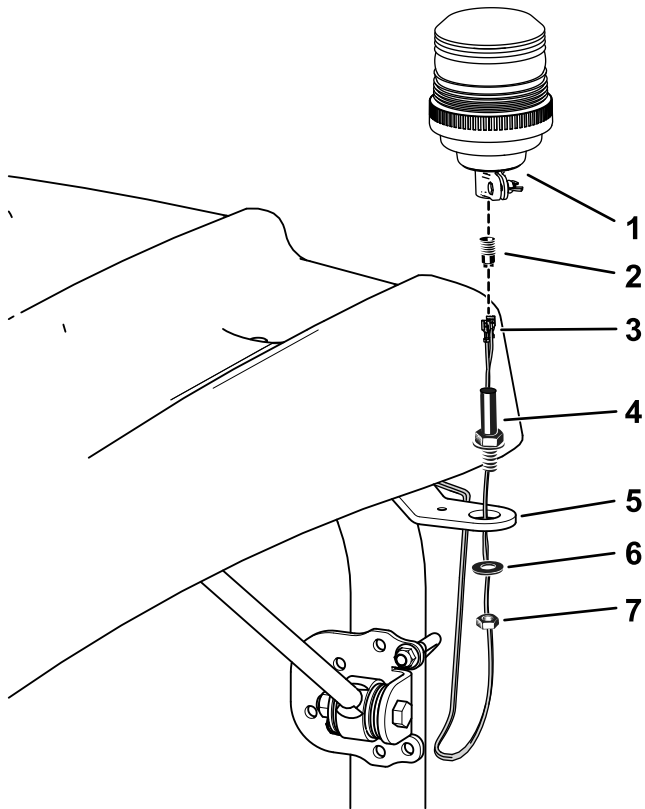

Bild 10
Hinweis: Der Anschluss der Rundumleuchte kann zum Verbinden aus der Rundumleuchtenfassung herausgeschraubt werden (Bild 10).
5. Befestigen Sie die Rundumleuchte an der Halterung an, wie in Bild 10 dargestellt.